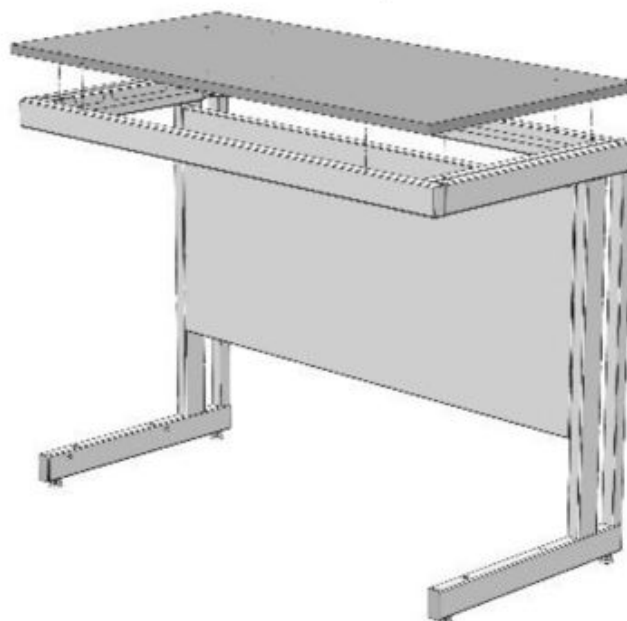

Рис. 1. Установка рабочей поверхности
- 6.3. Прикрепить её к каркасу, используя саморезы 4x16 или 4,2x9,5 (в зависимости от материала столешницы и ширины стола, до 14 шт.) (Рис. 1).